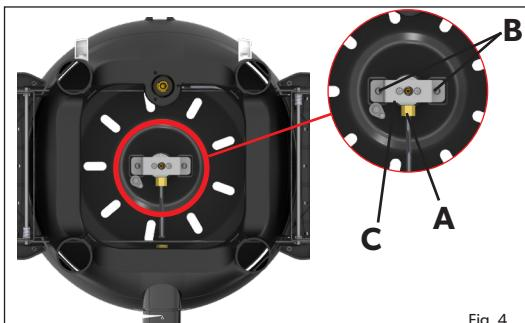
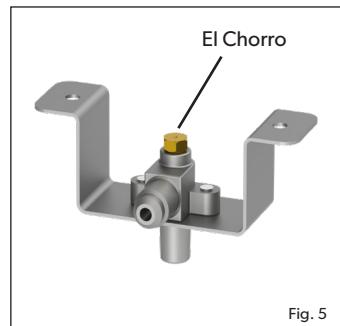

Fig. 4
Fig. 5
- Recomendamos limpiar o reemplazar la boquilla de chorro cada seis (6) meses para asegurar un funcionamiento continuo y eficiente de su electrodoméstico.
- Para quitar el chorro, quite todas las superficies sueltas de su electrodoméstico y dé vuelta la unidad base. Con una llave adecuada, afloje la tuerca (A) (Fig.4). Desatornillar los 2 tornillos (B) (Fig. 4). Retire el soporte (C) para exponer el chorro. (Fig. 5). Quitar el surtidor con una llave adecuada. No use alicates en el surtidor, ya que esto puede dañar el surtidor, haciéndolo inutilizable o imposible de quitar. Atornille el chorro nuevo en la válvula. No apriete demasiado ya que esto puede dañar el jet.